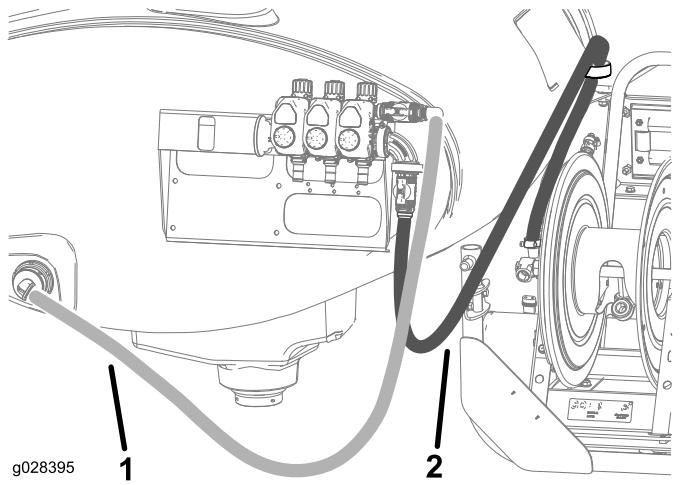

Figura 22
15. Encaminhe o tubo de alimentação do cilindro da tubagem como se mostra na Figura 22 e ligue-o ao cilindro da tubagem com uma abraçadeira de tubos.